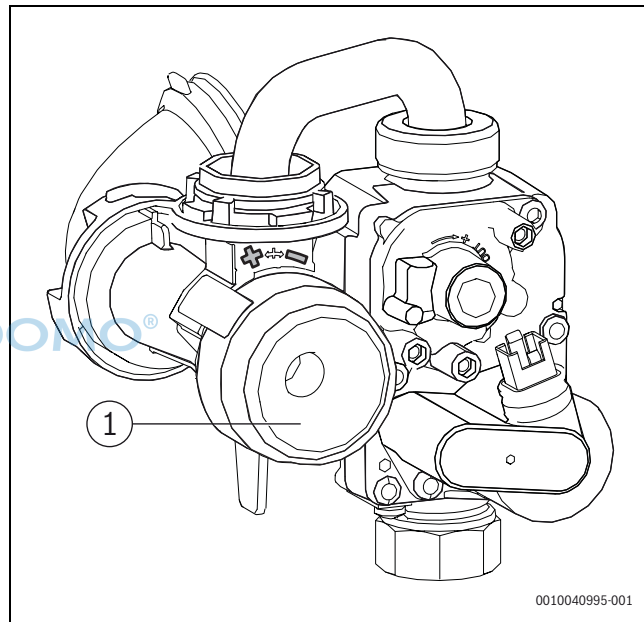

Bild 74 Gas-Luft-Verhältnis einstellen
- O₂- oder (CO₂-)Gehalt für die in der Tabelle angegebene maximale Nennwärmeleistung prüfen und ggf. nachstellen (→ Seite 58, Bild 74).